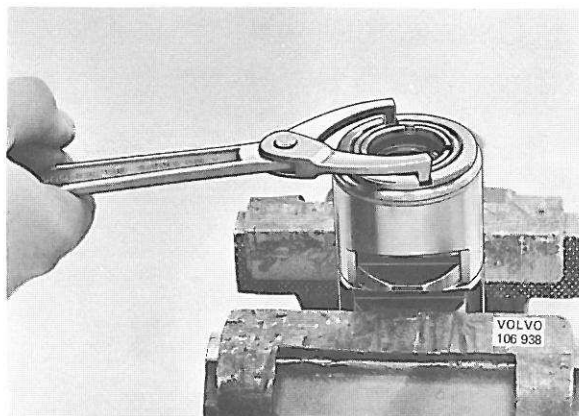

Figure 102. Enlèvement de l'écrou annulaire
9. Bien fixer le piston entre les mordaches en cuivre d'un étau et dévisser l'écrou annulaire (34) en se servant d'une clé à encoches (figure 102). Enlever la douille (31) et le segment de piston (32), le joint (41) et les demi-tuyaux (49).